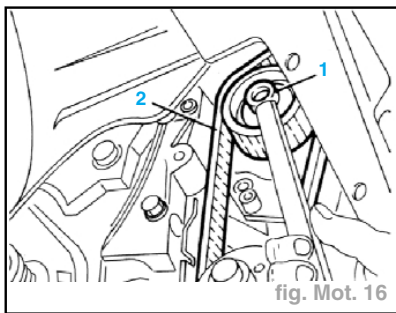

fig. Mot. 16
- Desserrer l'écrou (1) de fixation du dispositif semi-automatique de réglage de la tension de courroie (fig. Mot. 16).
- Déposer la courroie de distribution (2).